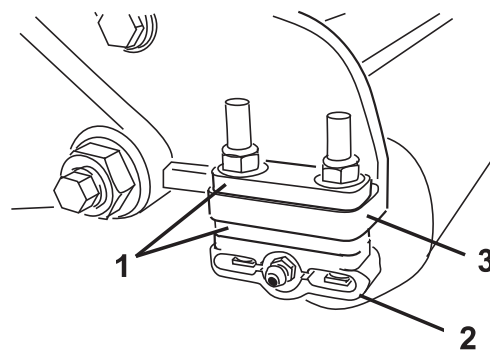

図 9
1. 後ローラ・ブラケット (図9) を希望の刈高範囲に調整する。
- 11ページの刈高表を参照して、サイド・プレート取り付けフランジ (図 9) に、必要数のスペーサを入れる。